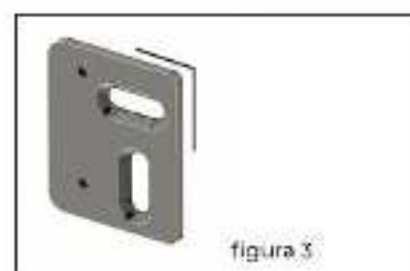

figura 3
- Esegui la stessa operazione nel lato dx (figura 3)